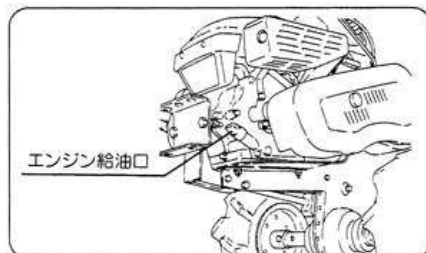
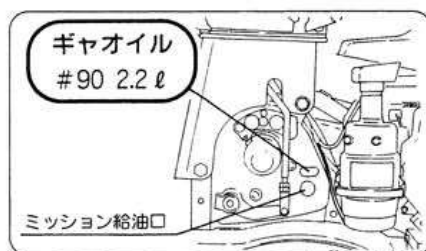

図5
図6
⑤ 始動前に、エンジンオイル、ミッションオイルの油量を確かめてください。冬期間、寒冷地等で始動が困難なときは、エンジンオイル10番を使用してください。但し、夏期間は必ず20番または30番のエンジンオイルにもどしてください。（図5・図6）